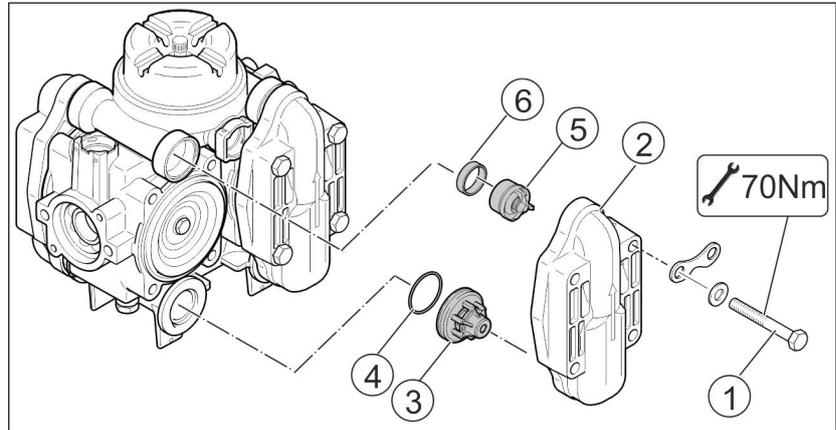

Fig. 201
1. Ventil (Fig. 201/1) und Scheibe (Fig. 201/2) demontieren.
2. Hilfswerkzeug in die Deckelnuten einlegen und Deckel (Fig. 201/3) abschrauben.
3. Membran (Fig. 201/4) kontrollieren und defekte Membran austauschen.